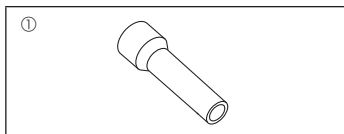

Fig. 1-1
1.6. Tilbehør til udvendig enhed (Fig. 1-1) (ZM200/250, M200/250)